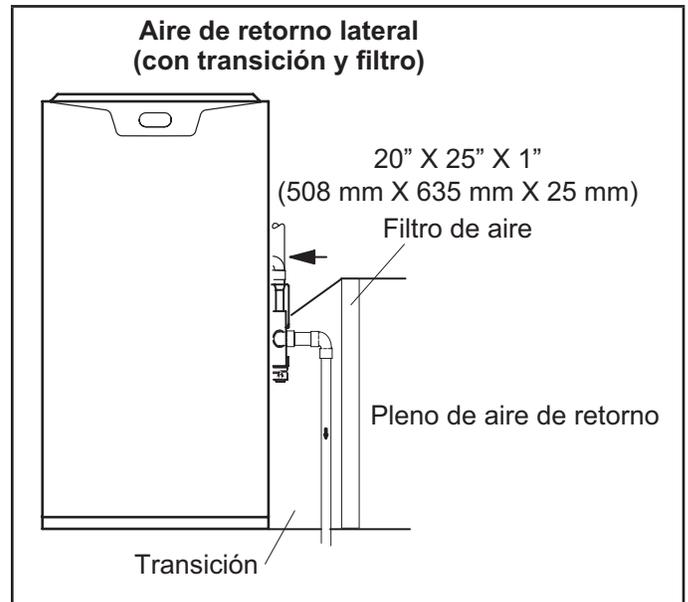

Figura 13
**Las aplicaciones de la unidad EL297UHV que incluyen aire de retorno lateral y una trampa de condensado instalada en el mismo lado del gabinete (la trampa se puede instalar a una distancia máxima de 5 pies) requieren ya sea una base para el aire de retorno o una transición fabricada en el sitio para acomodar un accesorio de calidad del aire interior (IAQ) 14.5" más alto. Ver Figura 13.**